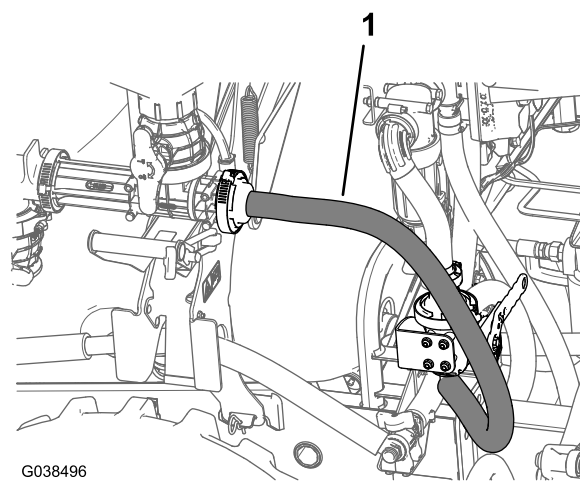

Figura 102
- Disponete il flessibile di alimentazione del nebulizzatore verso la parte inferiore della valvola di intercettazione del nebulizzatore, come illustrato nella Figura 102.
- Serrate il morsetto flangiato che fissa il raccordo dentellato del flessibile di alimentazione del nebulizzatore alla flangia del nebulizzatore (Figura 102).